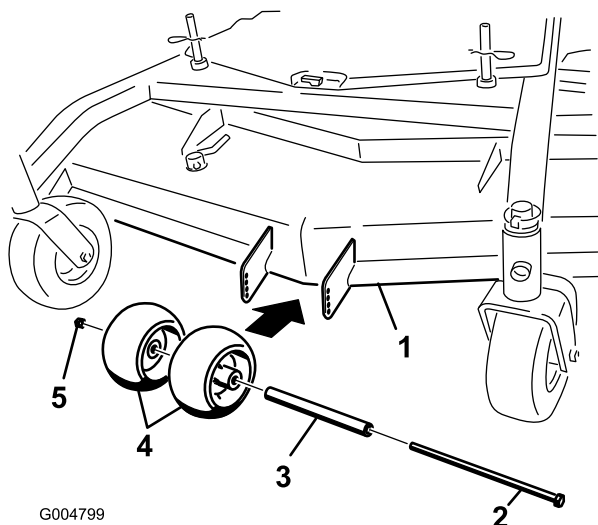
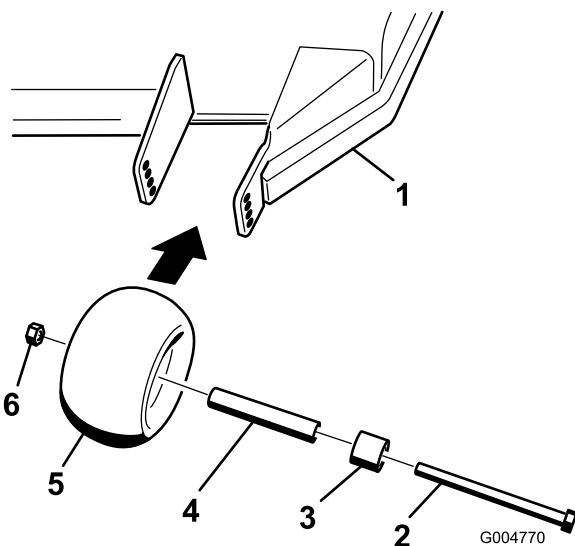
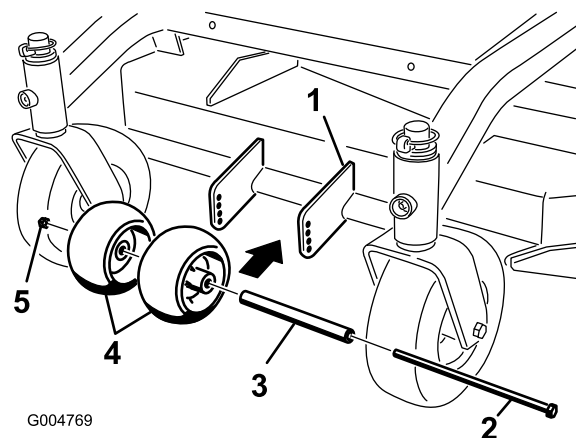

Figure 13
Figure 14
Figure 15
1. Après avoir réglé la hauteur de coupe, vérifiez que les galets anti-scalp procurent une garde au sol minimale de 10 mm (3/8") (Figure 13, Figure 14, Figure 15).
2. Si un réglage est nécessaire, retirez le boulon, les rondelles et l'écrou (Figure 13, Figure 14, Figure 15).
3. Choisissez le trou requis pour que les galets anti-scalp soient à 10 mm (3/8") ou plus du sol (Figure 13, Figure 14, Figure 15).
4. Remettez le boulon et l'écrou (Figure 13, Figure 14, Figure 15).